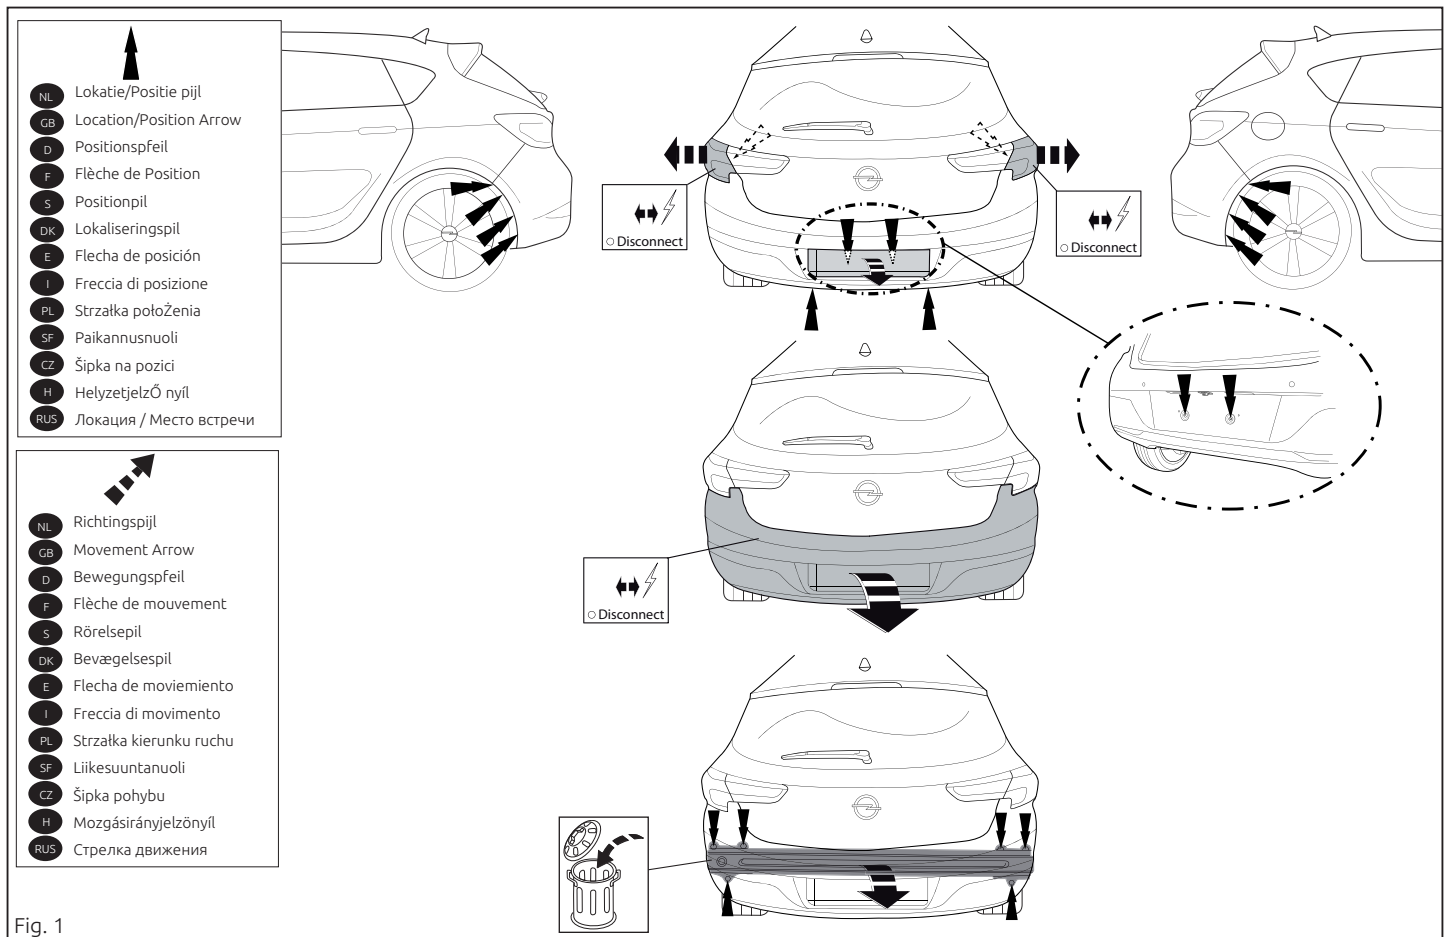

Fig. 1
1. Remove the rear-light units. Remove the bumper and the steel buffer beam from the vehicle. The buffer beam will no longer be needed. See figure 1.
9. Tighten all bolts and nuts in accordance with the drawing. See figure 1.
1. Die Rücklichter abmontieren. Die Stoßstange einschließlich des stählernen Stoßbalkens vom Fahrzeug abmontieren. Der Stoßbalken wird nicht mehr benötigt. Siehe Abbildung 1.
бится. См. рисунок 1.
la traverse en acier ; la traverse ne sera plus utilisée. Voir la figure 1.